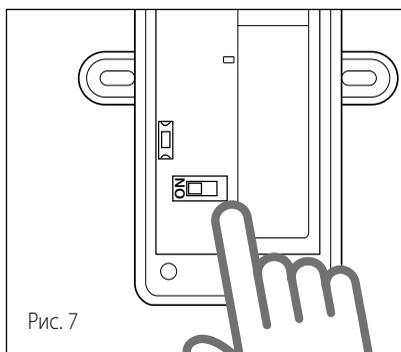

Рис. 7
- Установите микропереключатель на плате внешнего датчика в положение **ON (ВКЛ.)** (Рис. 7).